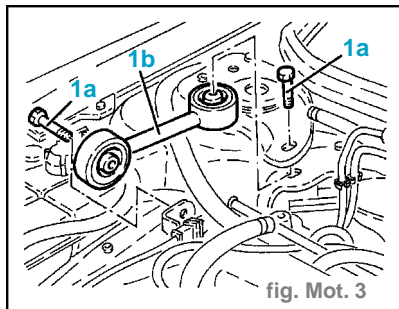

fig. Mot. 3
- sion (4) pour servofrein d'avec la pompe à vide.
- Dévisser les vis (1a) et enlever le tirant de réaction du groupe motopropulseur (1b). (fig. Mot. 3)